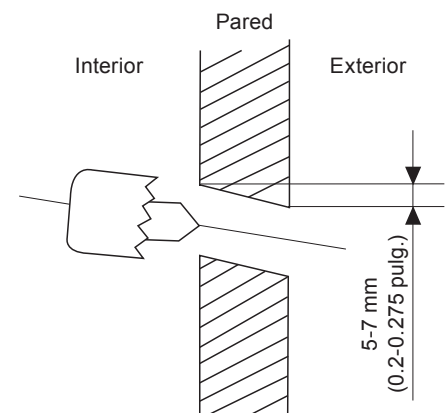

Fig. 3.2
2. Utilizando una broca de corona de 65 mm o 90 mm, taladre un agujero en la pared. Asegúrese de que el agujero tenga un ángulo ligeramente descendente, de manera que el extremo exterior del agujero esté unos 7 mm más bajo que su parte interior. Así se asegurará un buen drenaje del agua. (Vea la Fig. 3.2)